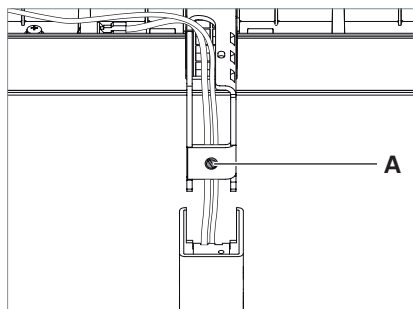

Fig. 14: Regolazione della testa dell'apparecchio d'illuminazione.
- ▶ Per sollevare leggermente la testa dell'apparecchio d'illuminazione, ruotare la vite di regolazione **A** di un giro in senso antiorario, vedi Fig. 14.